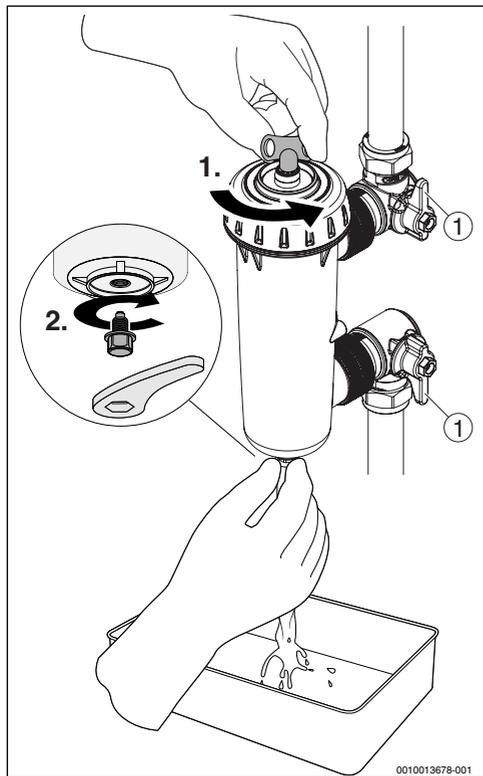

Fig. 17 Vidange du filtre
► Tourner les deux vannes d'isolement sur la position fermé comme indiqué par la marque rouge sur la vanne (→ Fig. 17, [1]).